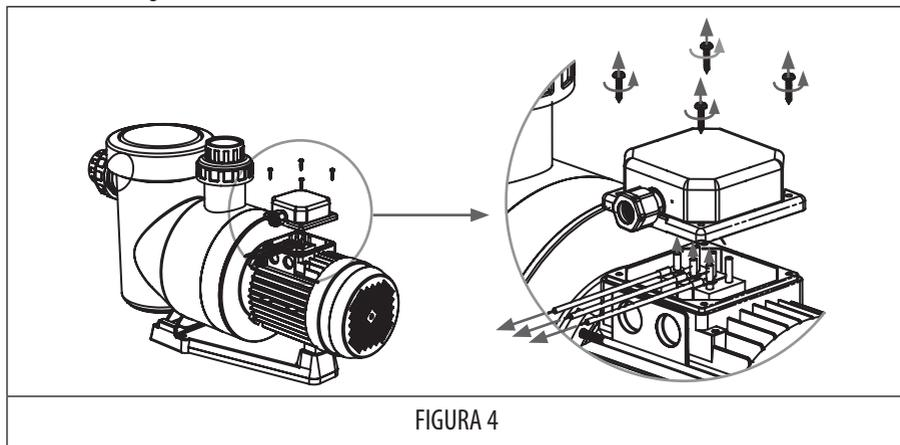

FIGURA 4
1. Desaperte os parafusos para abrir a caixa de ligações. (FIGURA 4)
2. Desligue e retire os cabos de teste de fábrica do bloco de terminais. (FIGURA 4)